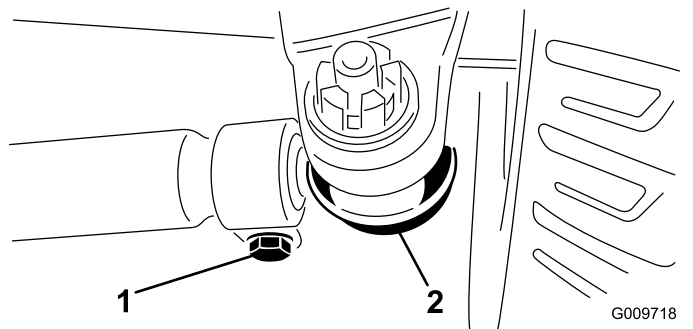

Рисунок 115
4. Ослабьте зажимы на обоих концах поперечных тяг (Рисунок 115).